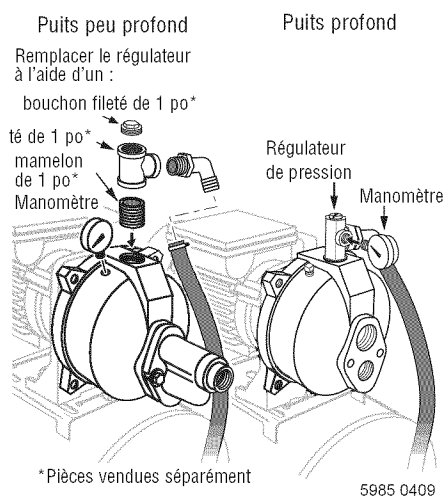

Figure 4 : Poser le régulateur de pression et le manomètre (puits profond). Poser le té d'amorçage et le manomètre (puits peu profond).
- 2 ° Poser le régulateur de pression et le manomètre sur le corps de la pompe (voir la Figure 4).
- 2 ° Retirer le régulateur de pression du corps de la pompe et la remplacer par un mamelon simple, un té de 1 po x 1 po x 3/4 po à filetage NPT et un bouchon de 1 po à filetage NPT (voir la figure 4). Poser le manomètre dans le trou de visite du corps de la pompe (voir la figure 4).
- 1 ° Retirer la vanne de régulation du corps de la pompe et la remplacer par un mamelon simple, un té de 1 po x 1 po x 3/4 po à filetage NPT et un bouchon de 1 po à filetage NPT (voir la figure 1). Poser le manomètre dans le trou de visite du corps de la pompe (voir la figure 4).
- 1 ° Poser le régulateur de pression et le manomètre sur le corps de la pompe (voir la Figure 4, page 6).
- 1 ° Poser le régulateur de pression sur le corps de la pompe (voir la Figure 4, Page 6).